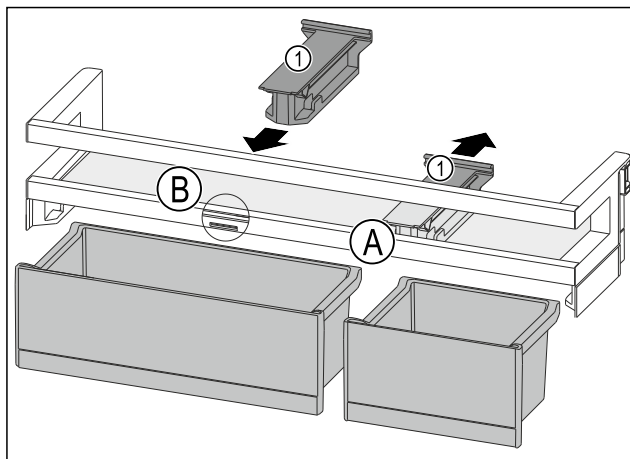

Fig. 188
- Pridržni dio Fig. 188 (1) u položaju Fig. 188 (A) skinite prema natrag.
- Pridržni dio Fig. 188 (1) umetnite u položaj Fig. 188 (B).